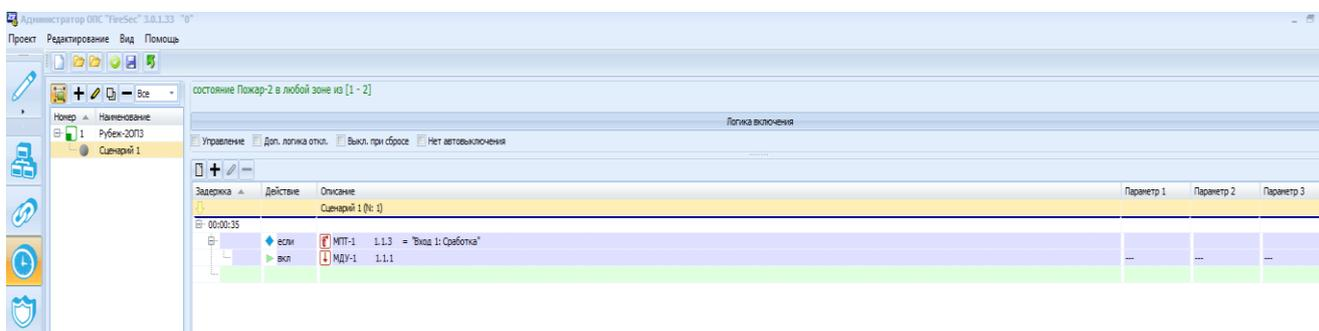

Рисунок 7.37 Окно вкладки Сценарии, Сценарий 1 содержит дополнительное условие
- 9) в результате в окно вкладки добавится новый сценарий (№1), содержащий исполнительный блок с условием (Рисунок 7.37):